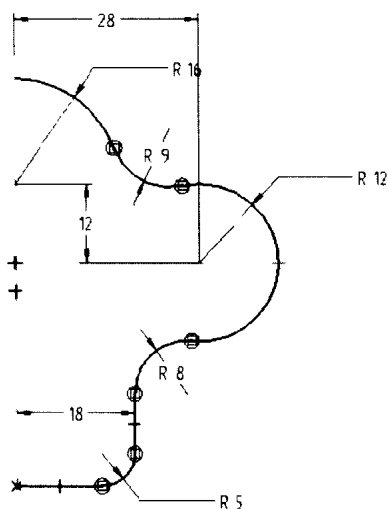

图 1-8
5. 利用智能尺寸标注命令 、几何元素间的尺寸标注命令  作尺寸约束，如图 1-8 所示。